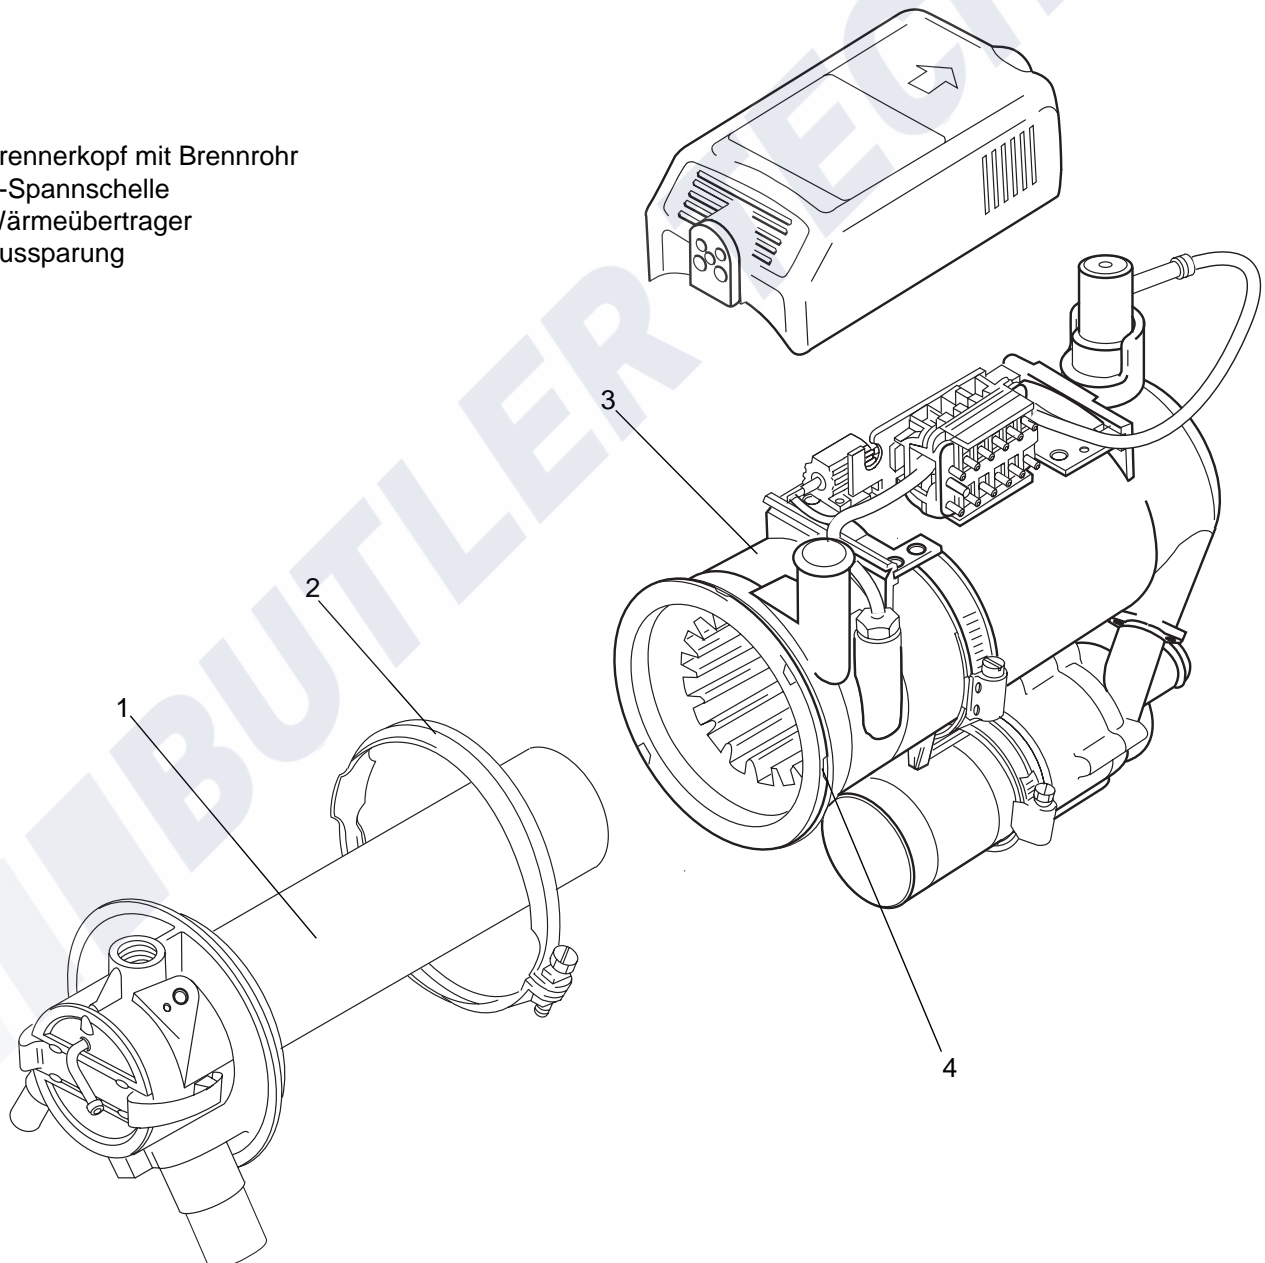

Abb. 906 Wechsel des Brennerkopfes mit Brennrrohr
6. V-Spannschelle (2, Abb. 906) entfernen.
7. Mit zwei Schraubendrehern an der Aussparung (4) ansetzen und Brennerkopf (1) aushebeln und entfernen.
1. Brennerkopf (1, Abb. 906) mit Brennrrohr in Zusammenbau bringen. Zwischen Brennerkopf und Wärmeübertrager (3) Copaslip (Ident-Nr. 105898) auftragen.
2. Brennerkopf (1) mit Brennrrohr in Wärmeübertrager (3) schieben und ggf. ausrichten.
3. V-Spannschelle (2) befestigen und mit 4,5 Nm anziehen.